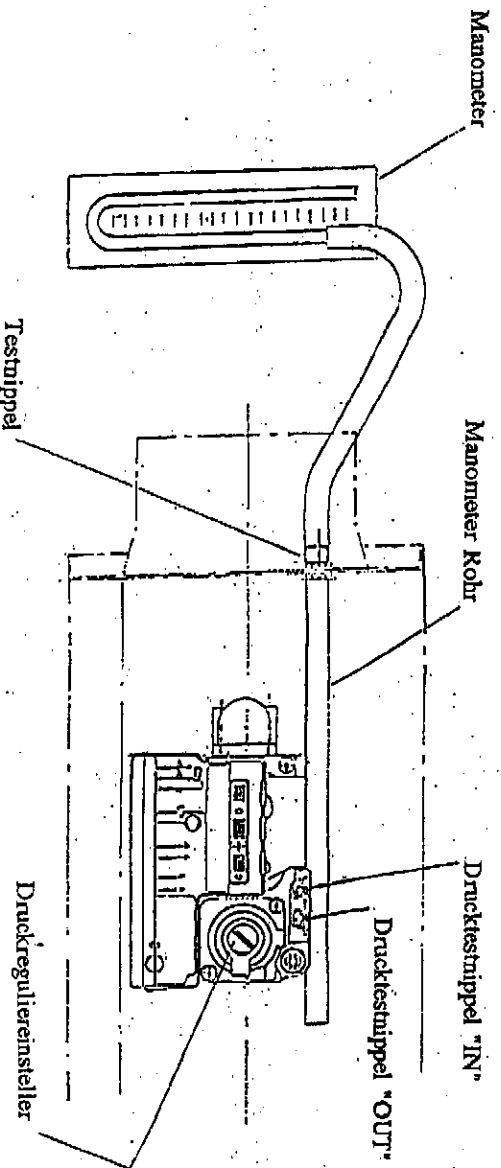

Abb. 27
- 5.3.2** Schließen Sie einen Manometer an den Testnippel, der von der Rückseite der Kontrollbox (geben dem Luftfeinlaßadapter) herausragt, siehe Abb. 27, an.
- 5.3.4.1** Schrauben Sie die Dichtungsschraube des Kontrollventiltestnippels markiert "IN" zwei Umdrehungen auf, und schließen Sie das freie Ende des Manometerrohrs (das permanent am Manometertestnippel innerhalb der Rückseite angeschlossen ist) an diesen Testnippel an (siehe Abb. 27). Schließen Sie die Kontrollboxtüre und sichern Sie sie mit den beiden Knebelriegeln.
5.3.5.1 Die Dichtungsschraube des Kontrollventilstippels markiert "OUT" 2 Umdrehungen aufdrehen und das freie Ende des Manometerrohres (permanent am Manometertesttippel innerhalb der Rückseite der Kontrollbox angebracht) an diesen Testtippel anschließen (siehe Abb. 27). Schließen Sie die Kontrollboxtür und sichern Sie sie mit den beiden Knebelriegeln.
5.3.5.3 Im Falle, daß der Brenner Einstelldruck falsch ist, Stromzufuhr zum Gerät abschalten und die Kappe des Integratordruckregulierers für das Kontrollventil entfernen. Schließen Sie die Kontrollboxtür und schalten Sie die Stromzufuhr zum Gerät an, um den Brenner zu zünden. Entfernen Sie den Stöpsel von der Nabe in der oberen Oberfläche der Kontrollboxtür und führen Sie einen geeigneten Schraubenzieher durch das sichtbar gewordene Loch in der Box, um die Reguliereinstellschraube zu lokalisieren. Regulieren Sie den Druck durch Drehen der Druckreguliereinstellschraube im Uhrzeigersinn, um den im Brenner eingestellten Druck zu erhöhen, oder entgegen dem Uhrzeigersinn, um den eingestellten Druck zu senken. Siehe Abb. 27.